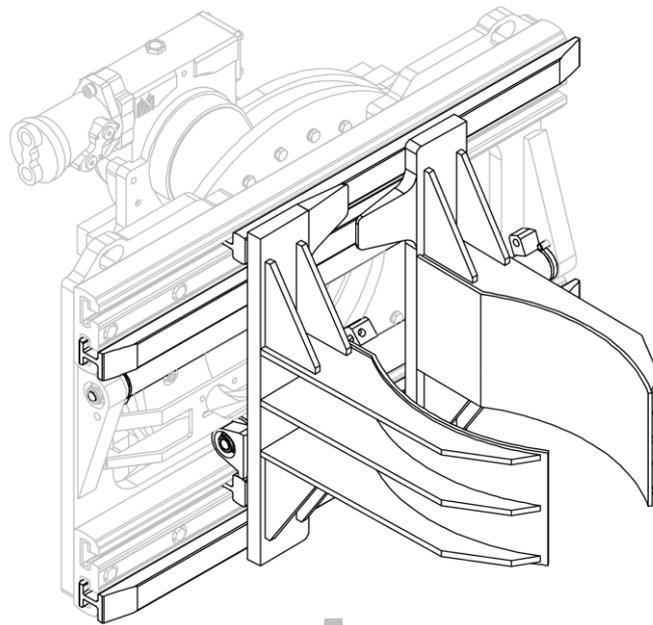
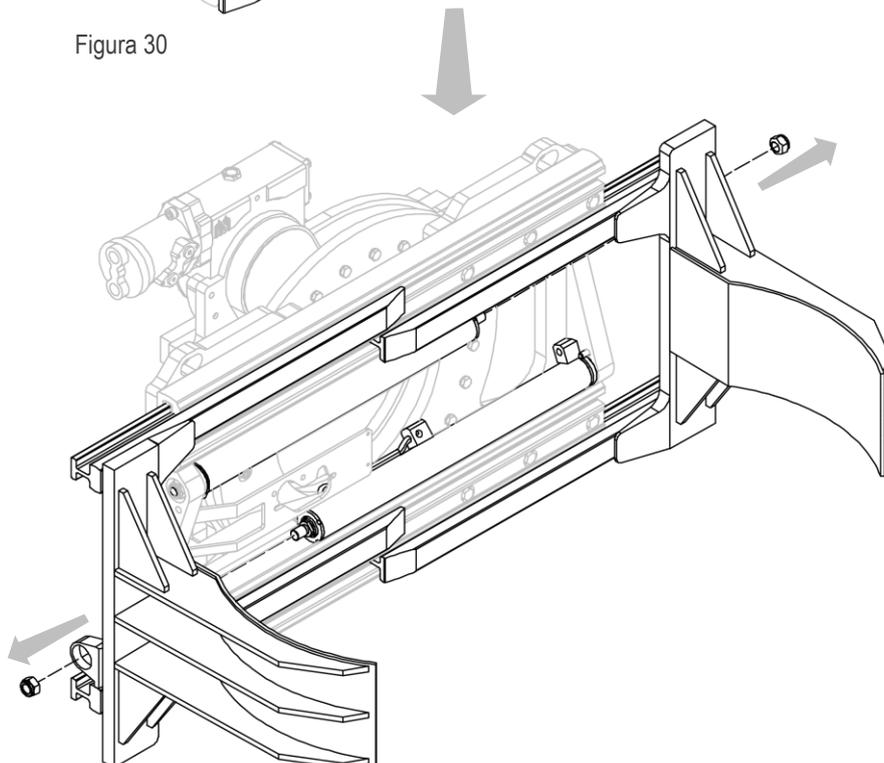

Figura 30
Figura 31
2. Rimuovere le forcelle con le relative ganasce dopo aver svitato i relativi dadi che le vincolano ai cilindri (vedi *Figura 30* e *Figura 31*).